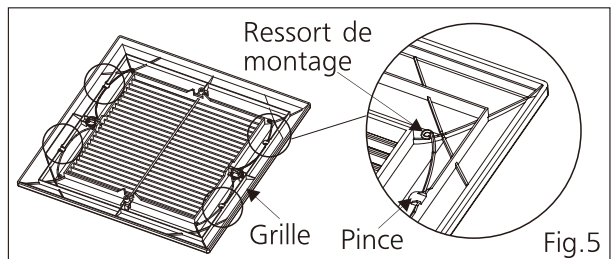

Fig.5
7. Séparez les ressorts de montage de la grille des pinces. (Fig.5)